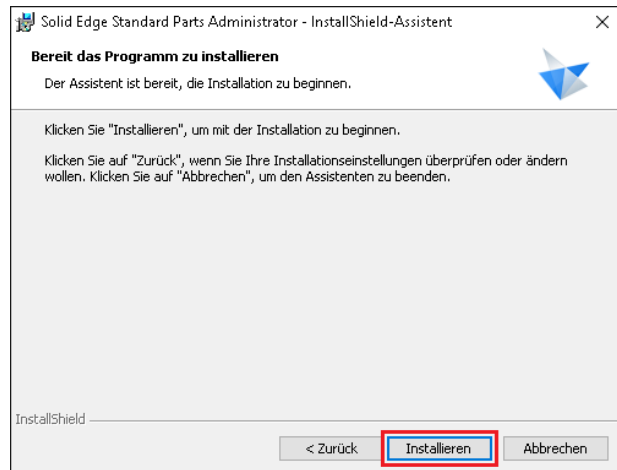
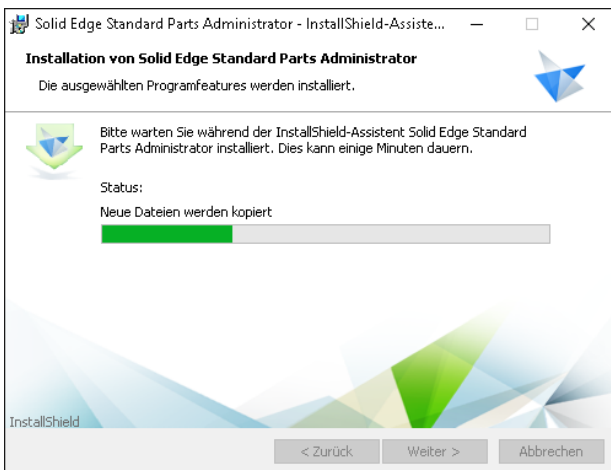
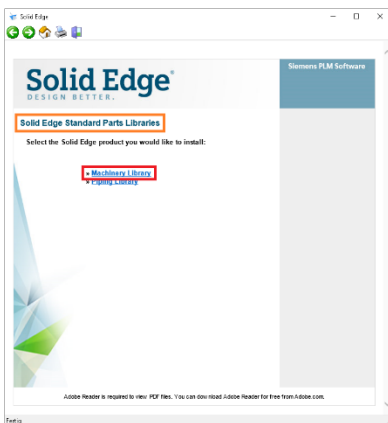

Abbildung 10
Abbildung 11
Abbildung 13
Ein Klick auf „weiter“ und im nächsten Fenster auf „Installieren“ (Abb. 10), startet die Installation der Hauptteile und stellt eine korrekt eingestellte Verbindung zur SQL-Datenbank her (Abb. 11).
- 4.1. Starten Sie die Installation der Machinery Library über das Autostart-Menü der Solid Edge Standard Parts Libraries DVD oder Installationsdatei (z. B. „SE_Standard_Parts_2019.exe“) (Abb. 13).
- 4.5. Nun startet die eigentliche Installation der Normteile wie unter Punkt 3.6. (Abb. 10, 11, 12). Nach Beenden der Installation schließen Sie das Autostart-Menü (Abb. 13).